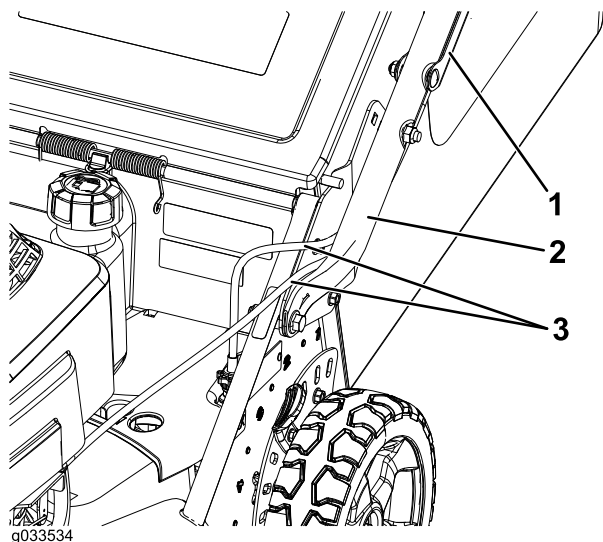

Figure 4
- Faites passer les câbles de commande entre le plateau de coupe et le guidon pour les protéger des dommages (Figure 4).